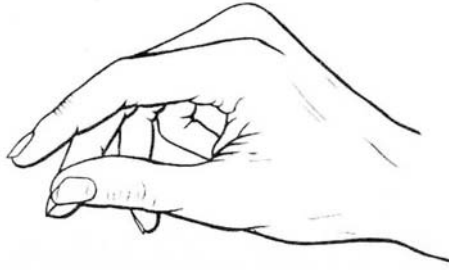

Figure 45 : Main en position de repos ⁽⁶³⁾
- Position de repos (Figure 45) : permet de mettre la main au repos dans les cas de pathologies tendineuses (port diurne pendant 3 à 4 semaines) et rhumatismales (port nocturne car antalgie).